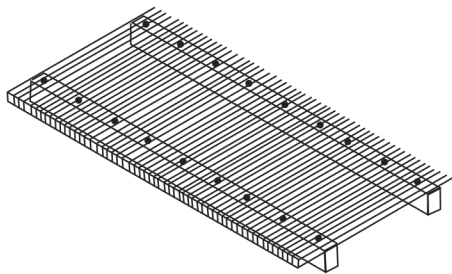

Рисунок 15.
1) При ширине панели более одного метра она должна быть прикреплена к несущей конструкции с помощью дополнительного крепления вдоль своей ширины (Рис.15), так как соединителей на обоих концах продольных сторон недостаточно, чтобы удержать панель от распрямления и смещения под давлением.